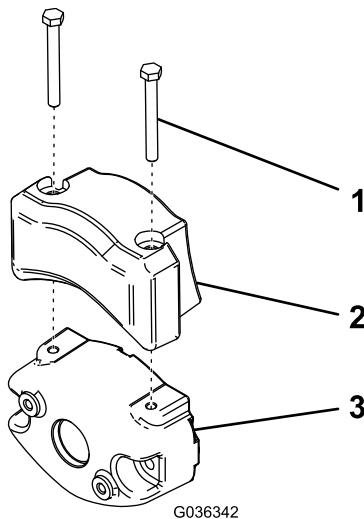

**Figura 55**
**Importante:** Quando occorre inclinare l'elemento di taglio, sostenete la parte posteriore dell'elemento per garantire che i dadi sulle viti di regolazione della barra di appoggio non poggiino sul piano di lavoro (Figura 55).